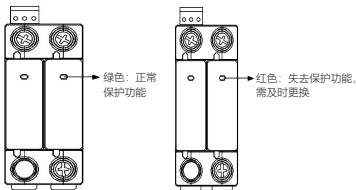

图3 状态指示
5.1 安装使用前先检查电涌保护器(直流)标志与所使用的工作条件是否相符；电涌保护器(直流)状态指示，如下图3。